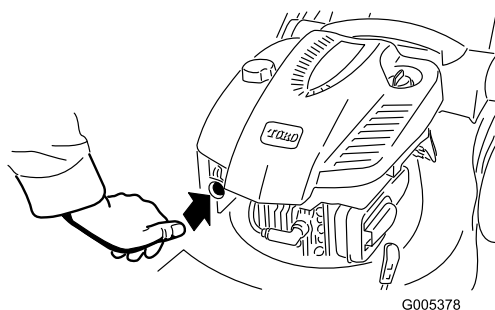

Figura 12
1. Con il pollice, spingete tre volte lo starter con forza, lasciandolo inserito ogni volta per un secondo prima di rilasciarlo (Figura 12).